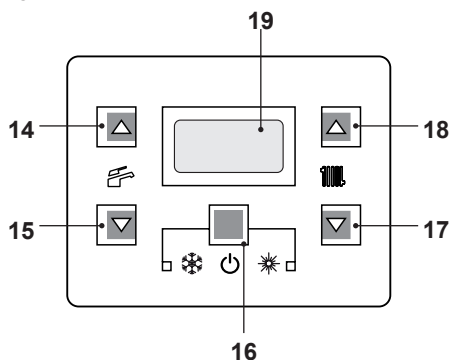
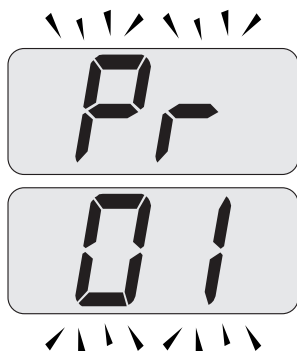

Figura 5.33
Figura 5.34
- Entrare in "modalità programmazione" premendo contemporaneamente per 10 secondi i tasti 16 - 17 - 18 (Figura 5.33) fino a far apparire sul display LCD le lettere **Pr** che si alternano con il codice **01**, indicanti l'entrata nel "parametro 01" (Figura 5.34).
- Premere contemporaneamente i tasti 16 e 18 (Figura 5.33) fino a far apparire sul display LCD il valore del parametro 17 (Figura 5.36).
- Premendo il tasto 16 (Figura 5.33) si ottiene la conferma del valore inserito.
- Premendo contemporaneamente i tasti 16 e 17 (Figura 5.33) si esce senza modificare il valore (ritorno alla lista parametri Figura 5.34).
- Premendo contemporaneamente per 10 secondi i tasti 16 - 17 - 18 (Figura 5.33) si esce dalla "modalità programmazione".